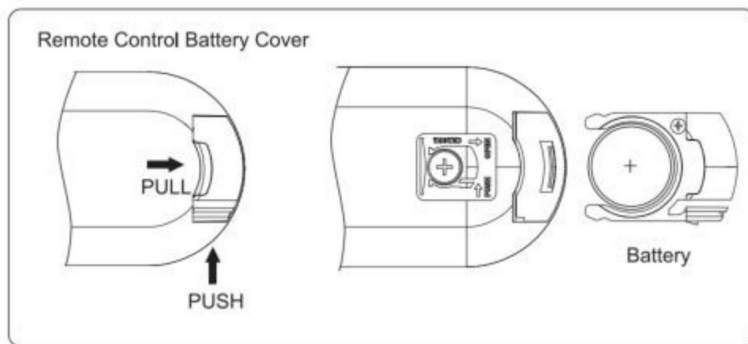

Fig.6
1. Ta bort kortet i pilens riktning för att slå på fjärrkontroll. (Fig. 6)